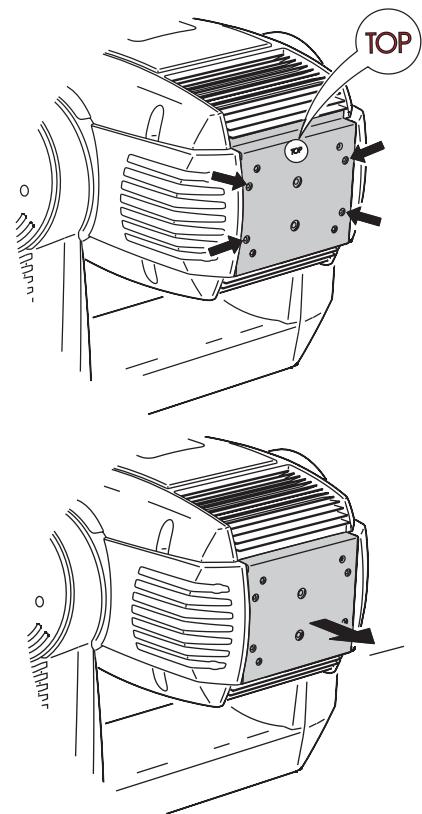

Bild 6: Zugriff auf das Leuchtmittel
- 2 Unter Bezug auf Bild 6: Lösen Sie die 4 mit Pfeilen markierten Schnellverschluss-Schrauben an der Rückseite des Kopfes. Ziehen Sie das Lampenmodul so weit wie möglich heraus und lassen Sie es in dieser Position.